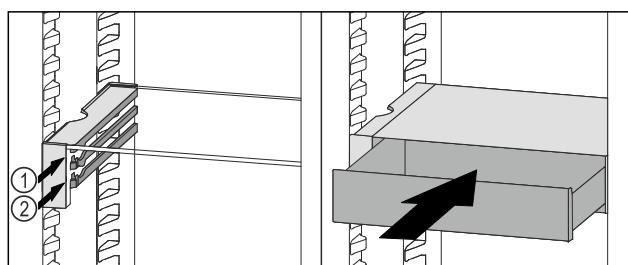

Fig. 116
- Predal VarioSafe namestite za zaustavljalnimi elementi na želeni nastavek Fig. 116 (1) ali Fig. 116 (2).